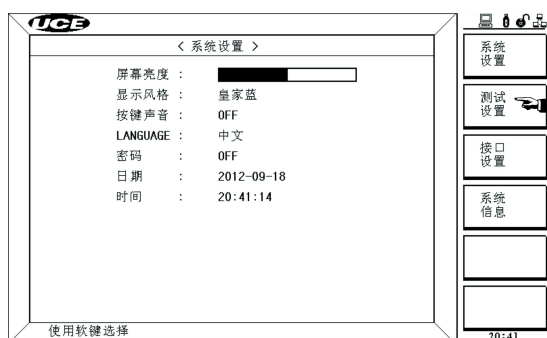

图 5-1 变压器系统设置页面
1. 按[SYSTEM]进入<系统设置>页面，如图 5-1 所示。